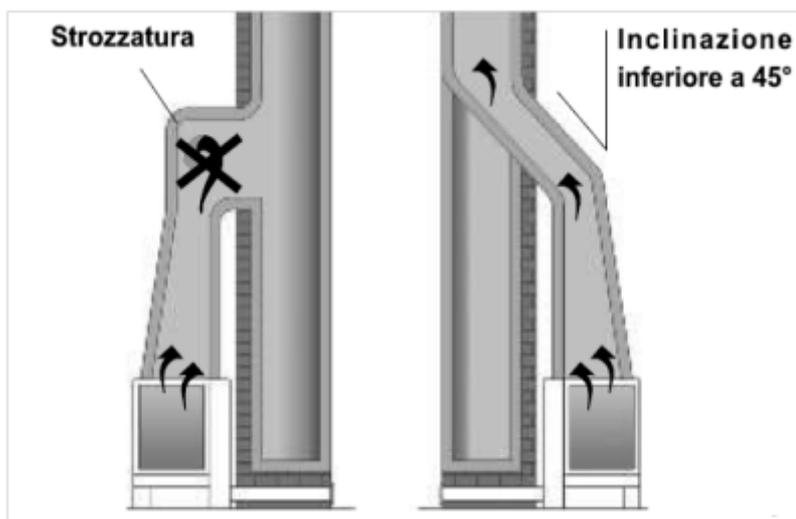

Fig.25
- Avere un andamento verticale con deviazioni dell'asse non superiori a 45° e priva di strozzature (Fig. 25)